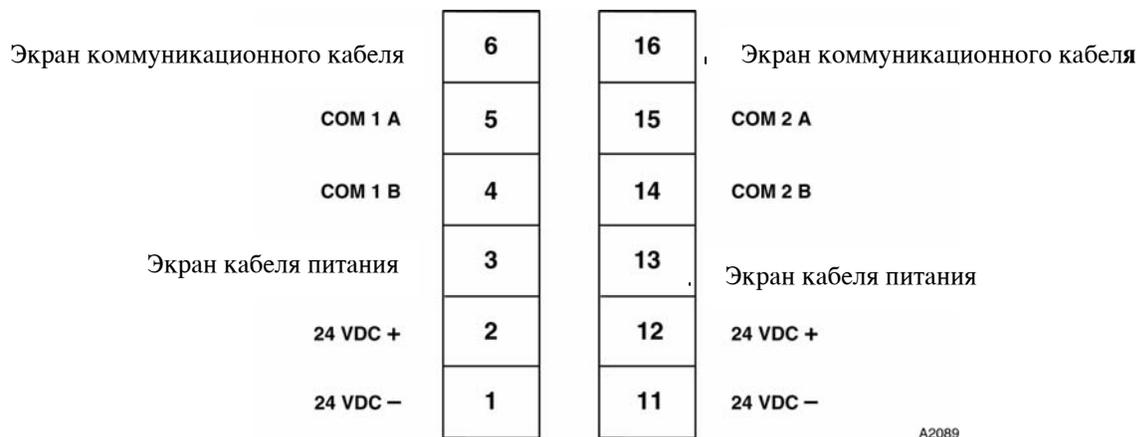

Рисунок 13 – Схема клеммных контактов адресной модели извещателя X9800.
1. Подсоединить внешние провода к соответствующим клеммам внутри клеммного отделения извещателя, см. обозначения клемм на рис. 13.